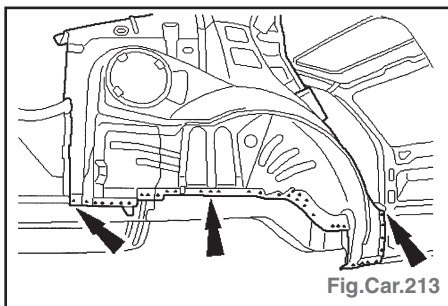

Fig.Car.213
- fraiser les points de soudure (Fig. Car.213).